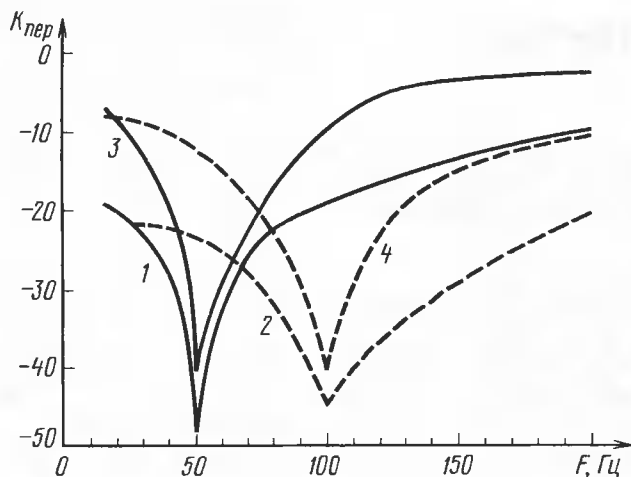

Рис. 4
На рис. 4 приведены экспериментальные АЧХ фильтра для двух частот настройки — 50 Гц (1) и 100 Гц (2). Общее ослабление сигнала устройством составляет 6...7 дБ, а относительное затухание на частоте настройки — 40...43 дБ. Иначе говоря, сигнал помехи по отношению к полезному сигналу ос-